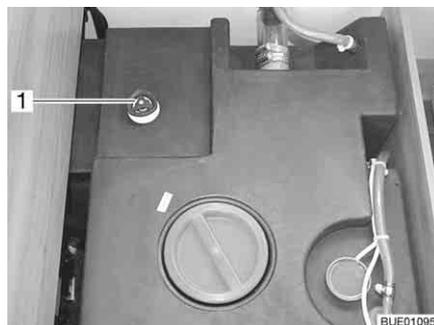

Bild 180 Wassertank mit Drehgriff
- Auf dem Wassertank den Drehgriff (Bild 180,1) entgegen dem Uhrzeigersinn über den Widerstand hinaus bis zum Anschlag drehen, um die Ablauföffnung vollständig zu öffnen.